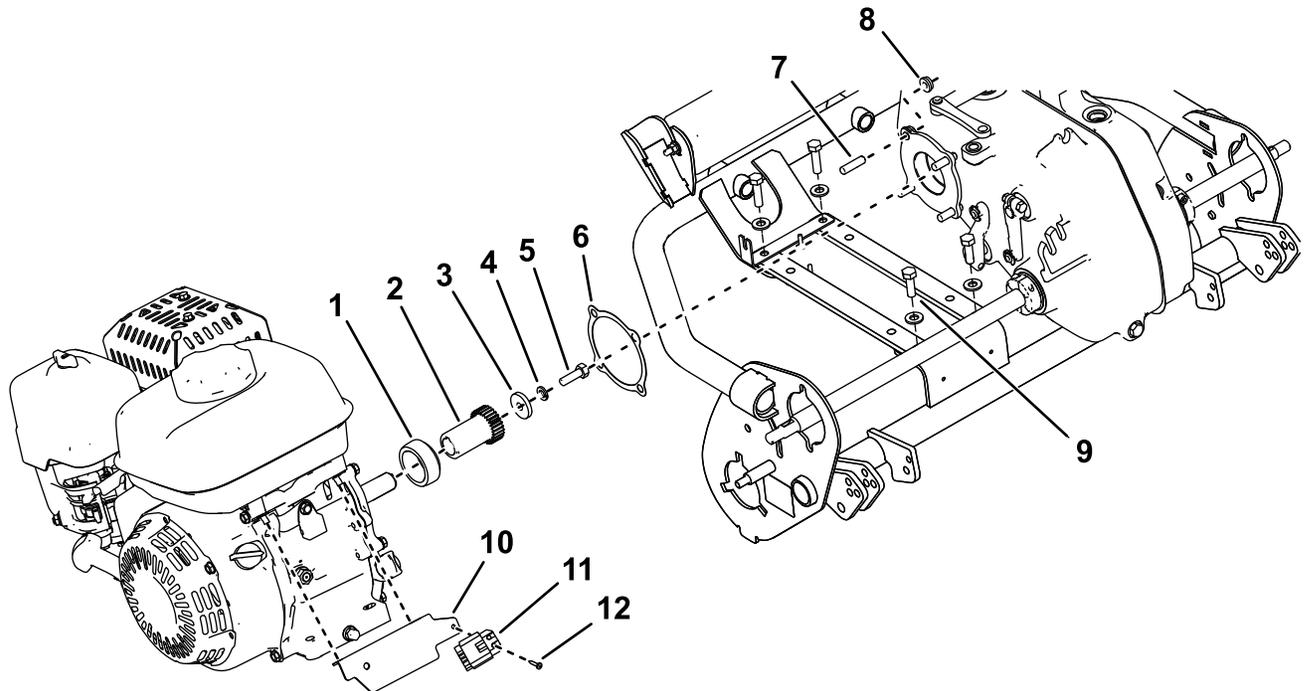

Bild 5
2. Entfernen und bewahren Sie die Muttern auf, mit denen der Motor am Getriebe befestigt ist (Bild 5).
1. Tragen Sie Gewindegewandmittel mittlerer Festigkeit (z. B. Blue Loctite® 242) auf die Gewinde der Stellschrauben auf und bringen Sie diese am Motor an (Bild 5).
2. Befestigen Sie die bestehenden Komponenten der Motorabtriebswelle am Motor (Bild 5).
3. Befestigen Sie das Sicherheitsschaltermodul mit der beiliegenden Blechschaube an der Kabelbaumhalterung (Bild 5).